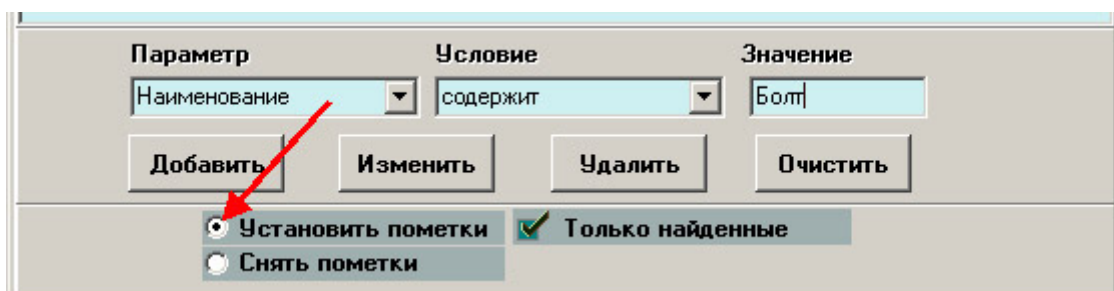

Рисунок 7 - Выбор типа выделения изделий, найденных в результате поиска
7. Установите операцию, которая будет выполнена с найденными изделиями - будут установлены или сняты пометки для найденных изделий в структурном дереве образца. (рисунок 7).